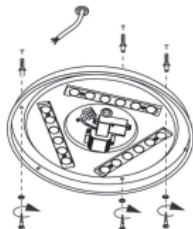

Abb.2
- fig. 2:** tenere la staffa contro il muro e contrassegnare i punti di foratura, praticare i fori, inserire il tassello. Utilizzare materiale adatto per pareti in legno o pareti leggere. Inserire il cavo attraverso il foro nella piastra di base. Fissare la piastra di base con le viti.
- Abb. 2:** Halterung an der Wand halten und Bohrpunkte markieren, Löcher bohren, Dübel einsetzen. Verwenden Sie geeignetes Material für Holzwände oder Leichtbauwände. Führen Sie das Kabel durch die Bohrloch in der Grundplatte. Befestigen Sie die Grundplatte mit Schrauben.
3. **Fig. 2:** Houd de drager tegen de muur en markeer de boorpunten, boor de gaten, en plaats de plug. Gebruik geschikt materiaal voor houten muren of lichtgewicht muren. Steek de kabel door het gat in de basisplaat. Maak de basisplaat vast met schroeven.